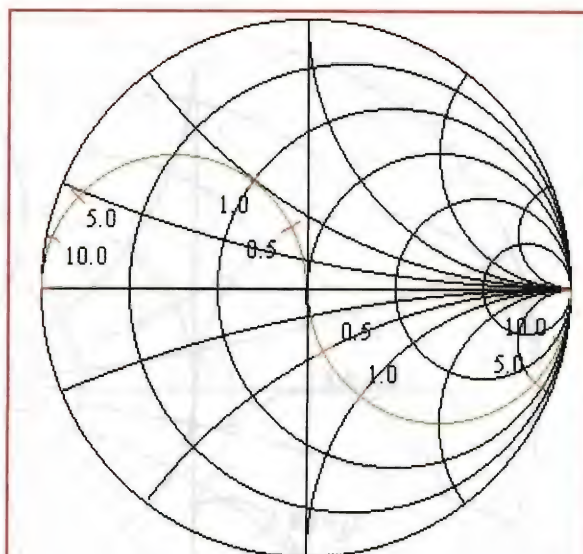

figura 4: luogo delle ammettenze accordabili e sua trasformazione all'impedenza
**Passo 4.** Accantonato per ora il foglio usato, si traccia su un nuovo foglio trasparente, con le stesse avvertenze di prima, il luogo delle ammettenze accordabili da  $C_1$ , cioè quelle che, aggiungendo la suscettanza variabile di  $C_1$ , possono essere riportate al centro della Carta di Smith, che rappresenta l'adattamento d'impedenza. Questo luogo è costituito da un arco del semicerchio negativo ad ammettenza unitaria, limitato dalle suscettanze massima e minima di  $C_1$ , come evidenziato in figura 4. Anche per  $C_1$  valgono le considerazioni già fatte per le capacità massime e minime a proposito di  $C_2$ .
Una volta scelta ed identificata la curva ottimale, dalla differenza di reattanza tra questa e le trasformazioni del generatore (**figura 4**) si ricava la reattanza normalizzata necessaria  $x_L$ , dalla quale si trova l'induttanza necessaria:  $L = x_L Z_g / (2\pi f)$
**Passo 1.** Si trova il luogo delle ammettenze adattabili al carico, come descritto al passo 4 della procedura precedente, quindi si trasforma alle impedenze come descritto al passo 5 (figura 4).